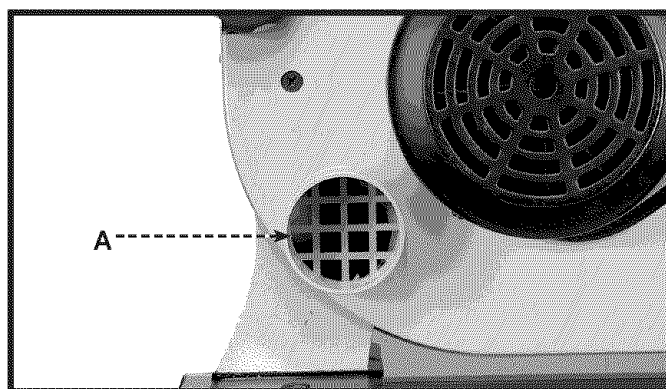

Fig. 38
Une goulotte à poussière (A) fig. 38, est prévue pour permettre le raccordement de la scie à ruban à un aspirateur d'atelier ou un système de captation de poussière. L'ouverture de la goulotte comporte un diamètre interne de 57,1 mm (2 1/4 po)